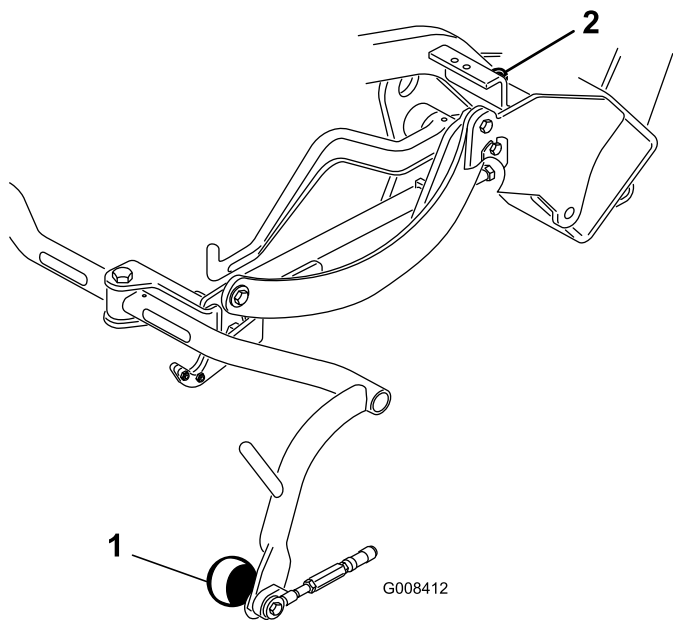

Figura 9
- Si necesita ajustar la distancia, afloje la contratuercas del tornillo del tope del bastidor de tiro (Figura 9) y gire el tornillo en uno u otro sentido para elevar o bajar el bastidor de tiro. Apriete la contratuercas para afianzar el ajuste.